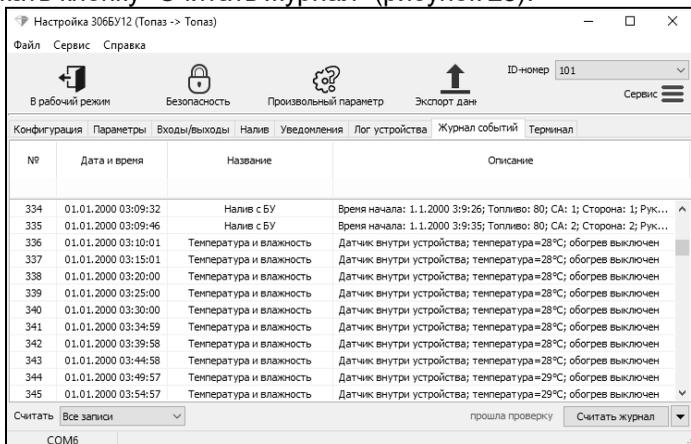

Рисунок 25
9.2 Для считывания журнала событий необходимо выполнить подготовительные действия, описанные в п.п. 7.1, считать конфигурацию устройства, перейти на вкладку "Журнал событий". Программа позволяет считать весь журнал, либо за определенный период времени: для этого в левом нижнем углу программы необходимо выбрать нужное значение, затем нажать кнопку "Считать журнал" (рисунок 25).